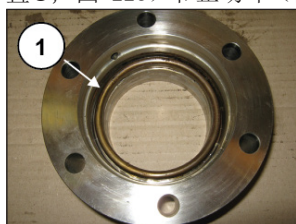

图 222
在活塞套上安装顶圈（位置①，图 222）、高压密封圈（位置①，图 223）和止动环（位置①，图 224）。